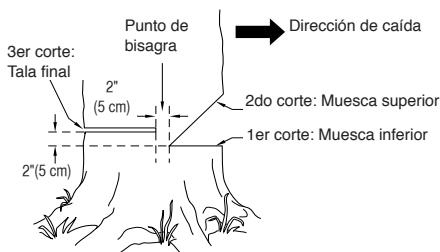

Figura 10 - Tala de un árbol
1. Haga el corte inferior de la muesca tan cerca del suelo como sea posible. Sujete la sierra de modo que la barra de guía se encuentre en posición horizontal. Corte a través del tronco del árbol hasta atravesar 1/3 de su diámetro (vea la Figura 10). **Nota:** Haga siempre este corte inferior horizontal en primer lugar. Si la hace en segundo lugar, el árbol puede presionar la cadena o la barra de guía.
Por ejemplo: Si el corte inferior tiene una profundidad de 20 cm, comience el corte superior 20 cm por encima de aquél. Corte en dirección hacia abajo y a un ángulo de 45°. El corte superior de la muesca debe llegar a unirse al punto final del corte inferior (vea la Figura 10).
1. Haga el corte de tala final 5 cm por encima del corte inferior de la muesca y sobre el lado opuesto del árbol (vea la Figura 10). Mantenga el corte de tala final paralelo al corte inferior de la muesca.
⚠ ADVERTENCIA: No atraviese el árbol completamente. Deje alrededor de cinco centímetros de diámetro sin cortar, directamente detrás de la muesca (vea la Figura 10). Esta porción sin cortar funciona a manera de bisagra. La bisagra ayuda a evitar que el árbol se tuerza y caiga en la dirección equivocada.